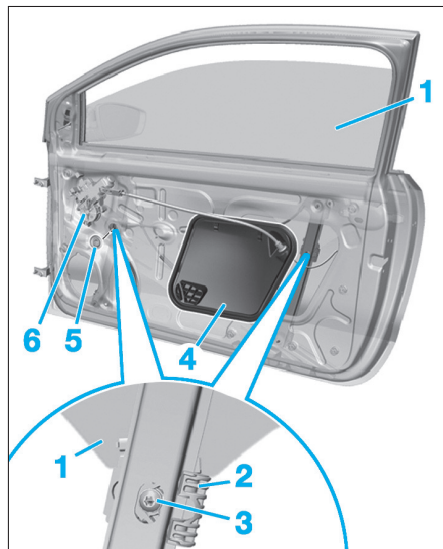

FIG. 86
- les obturateurs (5) et (4) (Fig.86).